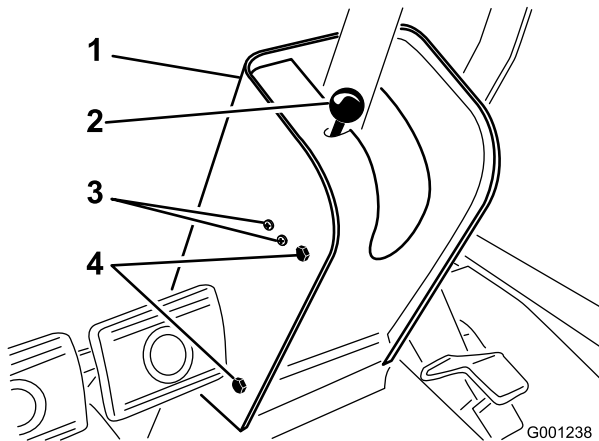

Figure 61
2. Retirez le pommeau de la tige du frein de stationnement et les vis du couvercle de la colonne de direction (Figure 61).
4. Desserrez les vis et écrous de fixation du contacteur du FREIN DE stationnement sur la gauche de la colonne de direction (Figure 61).